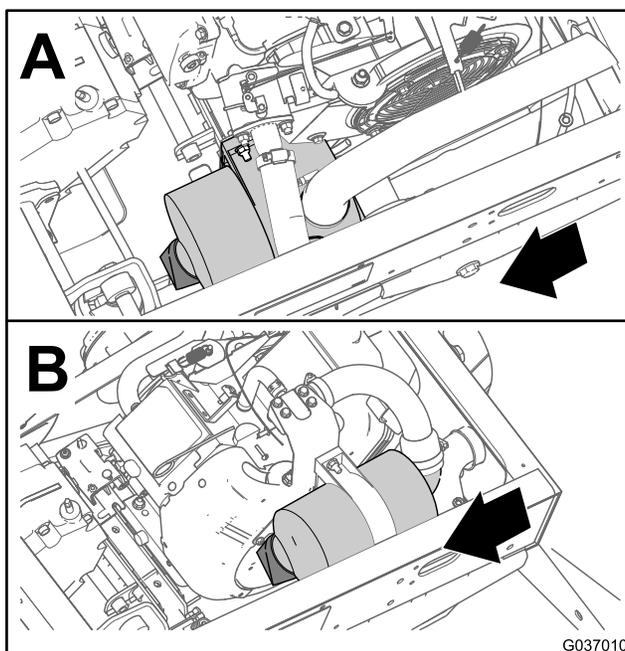
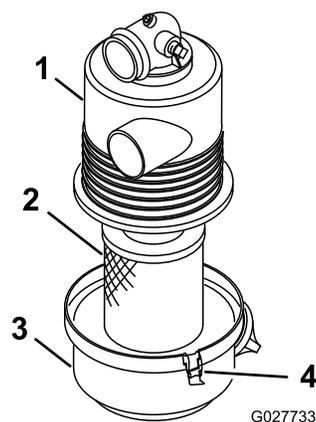

图 36
图 37
2. 检查空气滤清器壳体是否有可能导致空气泄漏的损坏图 36和图 37。
3. 松开将空气滤清器盖固定到空气滤清器外壳上的门锁图 37。
4. 从空气滤清器外壳上分离空气滤清器盖并清洁盖子的内部图 37。
3. 将空气滤清器滤芯插入空气滤清器外壳图 37。
4. 将空气滤清器盖与空气滤清器外壳对齐图 37。
5. 用门锁图 37将盖子固定到外壳上。